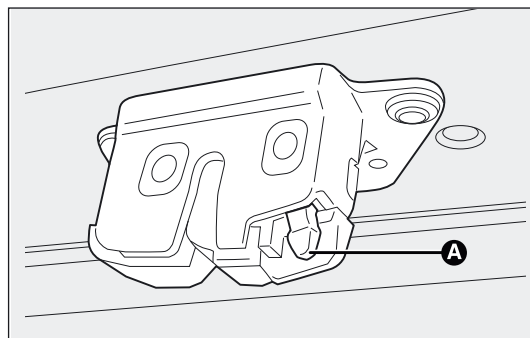

fig. 85
- ☐ druk in de bagageruimte op het hendeltje A-fig. 85 en open de achterklep.